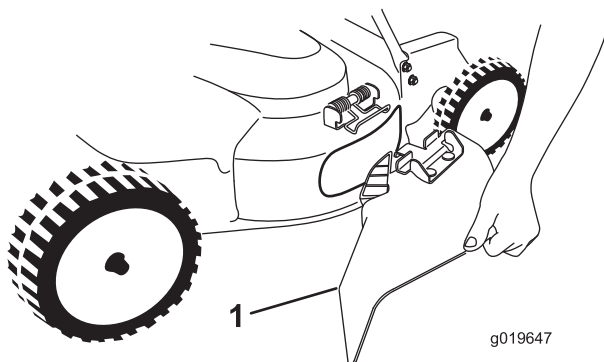

Bild 27
- Ziehen Sie die Feder nach oben, um den Seitwurfkanal (Bild 27) zu befestigen. Setzen Sie den Kanal auf die Öffnung und senken die Feder über die Nasen oben am Auswurfkanal ab.